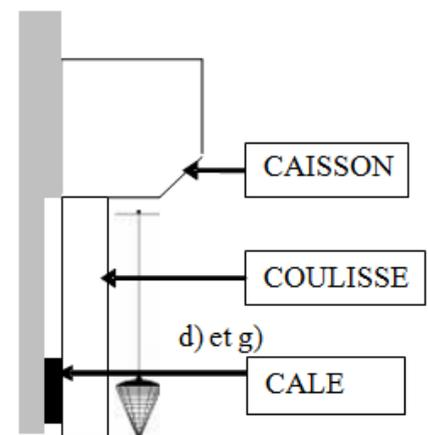

Figure 2
- Vérifiez l'aplomb frontal de la coulisse de droite (*figure 2*) et la caler si besoin.
- Vérifiez l'aplomb frontal de la coulisse de gauche (*figure 2*) et le repérer par traçage, caler si besoin.
- Calez le caisson (cales fourchettes fournies) (Figure 2). A placer entre le caisson et le linteau juste derrière la réservation gauche et droite.